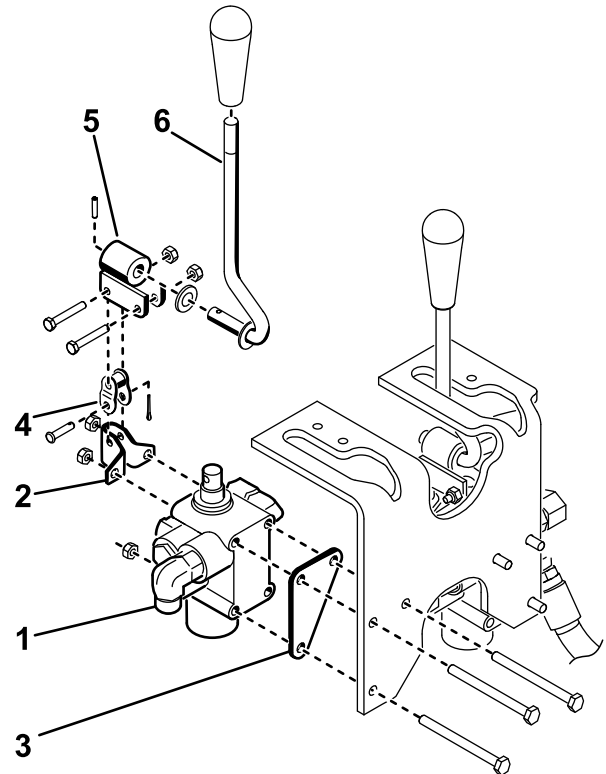

Bild 8
- Befestigen Sie die Schwenkhebel-Baugruppe mit 2 Schrauben (#10" x 1 1/4") und 2 Sicherungsmuttern (Bild 8) lose am Ventilschieber und am Kröpfglied.